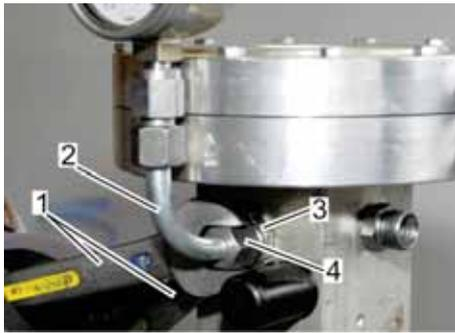

Abb. 133: Druckmessgerät festdrehen
- 32. Die Überwurfmutter (Abb. 133/4) des Anschlusses (Abb. 133/2) mit einem Gabelschlüssel SW 19 (Abb. 133/1) auf den Stutzen (Abb. 133/3) und gleichzeitigem Gegenhalten mit einem 2. Gabelschlüssel festdrehen. Dabei auf den senkrechten Sitz des Druckmessgeräts achten.